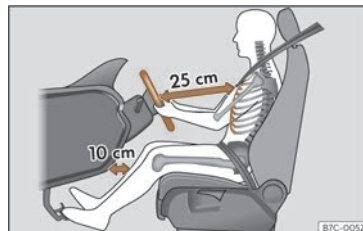

Fig. 6 La separació correcta entre el conductor i el volant ha de ser de 25 cm com a mínim (10 polzades).
- Ajusteu el volant de manera que quedi a una distància, d'almenys, 25 cm (10 polzades) de l'estern»» **fig. 6** i el pugueu subjectar amb les dues mans pels costats, per la part exterior, amb els braços lleugerament flexionats.
- Ajusteu longitudinalment el seient de manera que pugueu trepitjar a fons els pedals amb els genolls lleugerament flexionats i que quedi una distància entre la zona dels genolls i el tauler d'instruments d'almenys 10 cm (4 polzades)»» **fig. 6**.